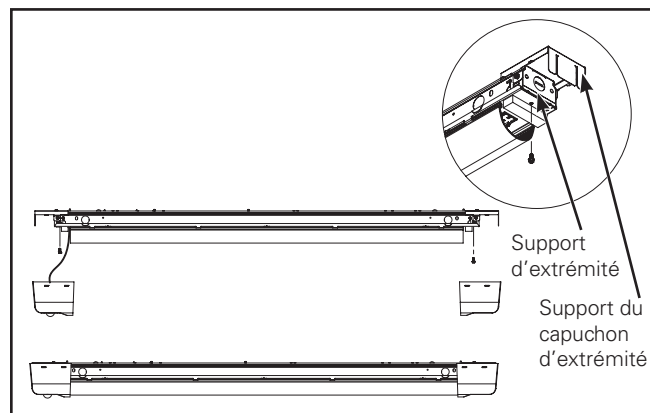

Figure 2.
4. Fixez le protège-rail sur le boîtier du rail à l'aide des vis fournies. (Figure 2). Posez les capuchons d'extrémité et de milieu.